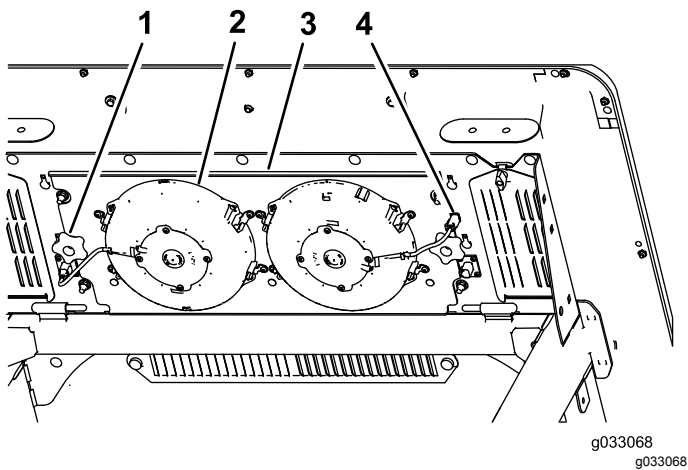

図 94
3. ファン用のプラグとコードをソケットから外す **図 94**。
4. ファンパネルアセンブリとファンをキャブの上部に固定しているノブ 2 個ボルトを外してアセンブリを外す **図 94**。